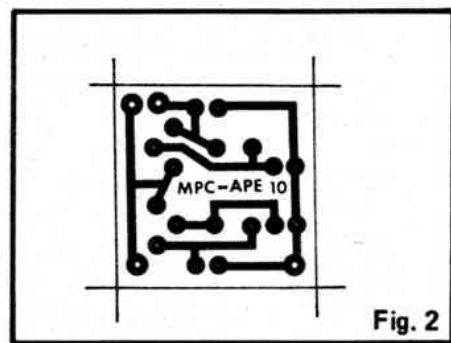

Fig. 2
– **FIG' 2** – Plaquinha de Circuito Impresso, vista pelo lado cobreado. Inicialmente retire a sua plaquinha da capa da Revista (se estiver muito "presa", um pouco de álcool ajudará a remoção sem danificar a capa . . .). Confira o seu BRINDE com a fig. 2, limpe-a e fure-a nas "ilhas" (usando uma "Mini-Drill" ou um perfurador manual). A utilização, antes e durante a montagem, deverá ser orientada pelas INSTRUÇÕES GERAIS PARA AS MONTAGENS.
Um dos mais importantes componentes do DEME deverá ser “feito em casa”, pelo próprio montador: a bobina. Na fig. 2 são dadas todas as “dicas” e informações para a construção do detetor. A partir de uma forma de material isolante e não metálico (com as dimensões indicadas em OPCIONAIS/DIVERSOS), os 10 metros de cabo de ligação flexível e isolado devem ser enrolados de maneira bem compacta, “amontoando-se” bem as espiras de modo que o enrolamento “caiba” nos 3 cm. de altura da dita forma. A fixação do fio sobre a forma pode ser feita com pedaços de fita adesiva (ver 2-A e 2-B). Com a bobina pronta e “enformada”, seus fios terminais podem ser ligados ao pedaço de cabo blindado estereo (2-A) para futura conexão ao circuito.